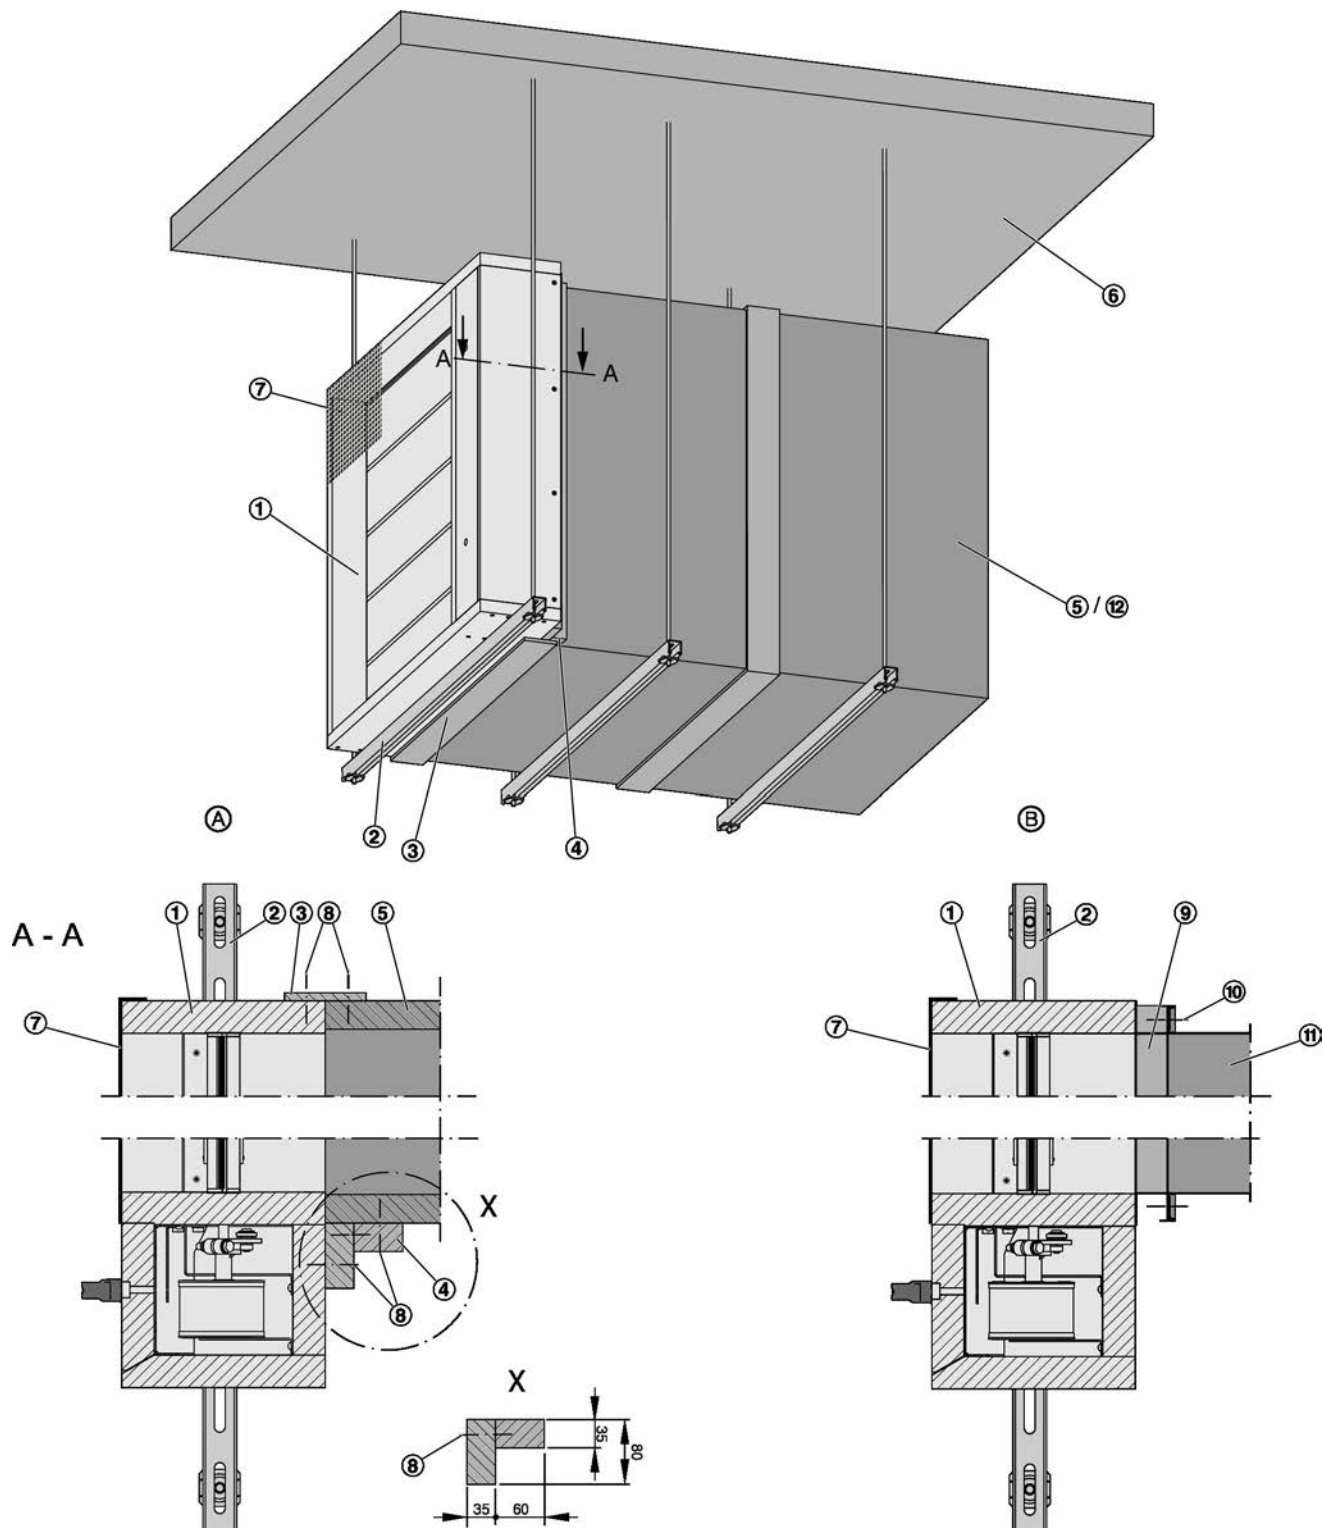

Abb. 17: Einbau am Ende einer horizontalen Entrauchungsleitung
3. ▶ Zwischen Antriebskapselung und Entrauchungsleitung einen Riegel (Abb. 17/4) anbringen.
4. ▶ Verbindung (Verbindungsstreifen) (Abb. 17/3) zwischen Entrauchungsleitung und Entrauchungsklappe herstellen ↪ 6 „Entrauchungsleitung und Abschlussgitter“ auf Seite 33.
1. ▶ Entrauchungsklappe (Abb. 17/1) mit Anschlussrahmen (optional (Abb. 17/9)) abhängen ↪ 5.6 „Entrauchungsklappe abhängen“ auf Seite 32.
2. ▶ Entrauchungsleitung (Abb. 17/11) bis an die Entrauchungsklappe heranführen und abhängen.
3. ▶ Entrauchungsleitung mit Verschraubung (Abb. 17/10) am Anschlussrahmen verschrauben.